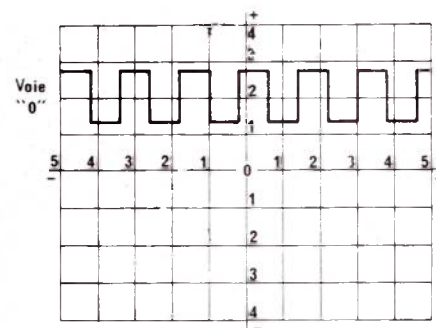

Figure 11
6) Placer un signal sur l'entrée zéro, tourner le potentiomètre de niveau afin d'obtenir l'image du signal à visualiser (la base de temps du scope doit être compatible avec le signal à analyser) d'une grandeur approximative de 1 carreau (**figure 11**).